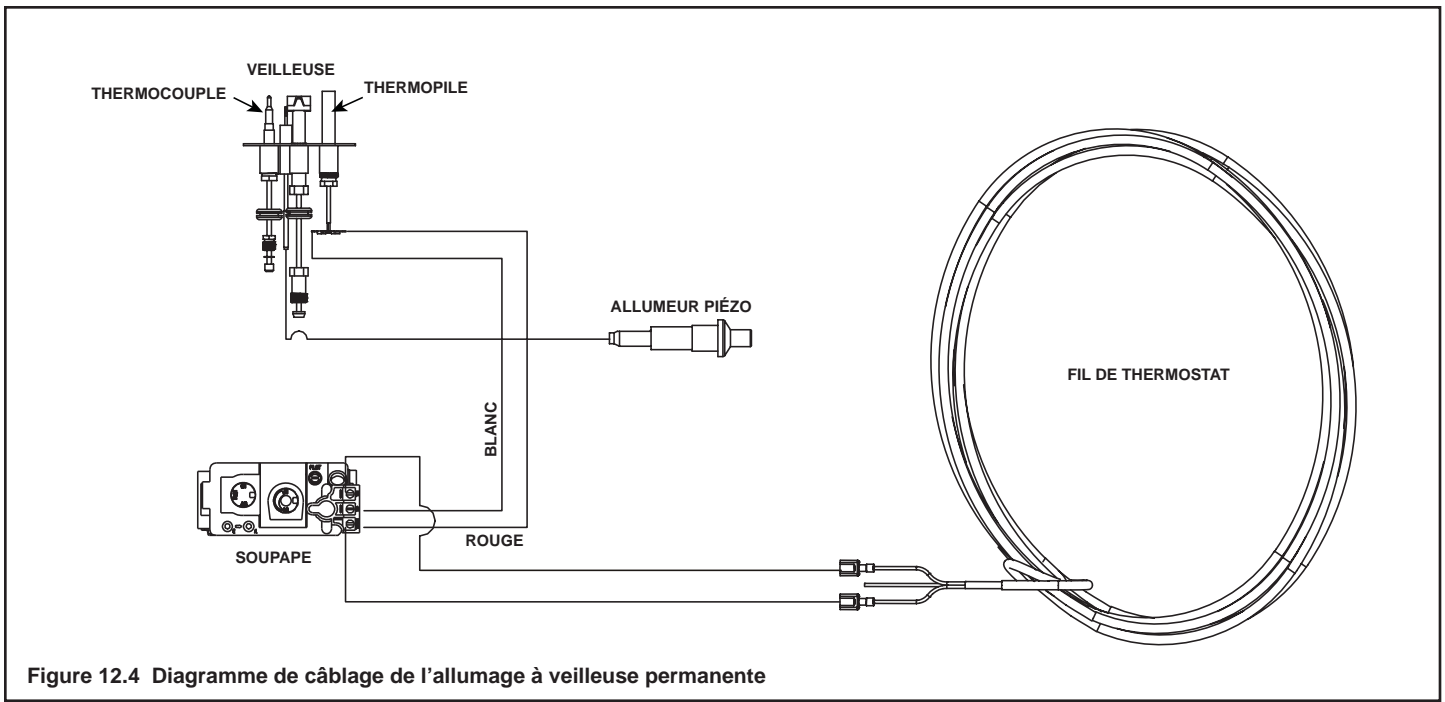

Figure 12.4 Diagramme de câblage de l'allumage à veilleuse permanente
- Ce système d'allumage à veilleuse permanente n'a pas besoin de source d'alimentation de 110 V c.a. pour fonctionner. Voir la Figure 12.4.
- Une boîte de dérivation de 110 V c.a. DOIT être installée pour être utilisée avec le ventilateur ou la télécommande. Voir la Figure 12.4 pour le câblage de la boîte de dérivation). S'assurer que les câbles sont aussi courts que possible.